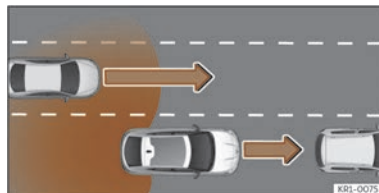

Fig. 136 Dépassement en présence de trafic à l'arrière du véhicule.
- Lorsque le véhicule est dépassé par un autre véhicule >>> **fig. 136**.